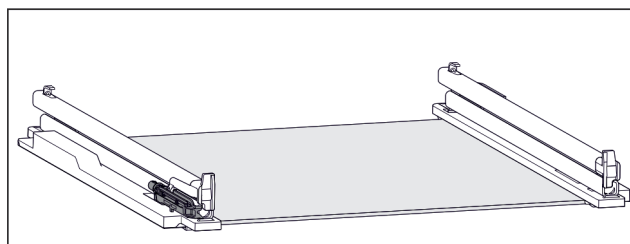

Fig. 137 Tlumič jednotka
- K levé kolejničce je připevněna tlumič jednotka. (viz Fig. 137)